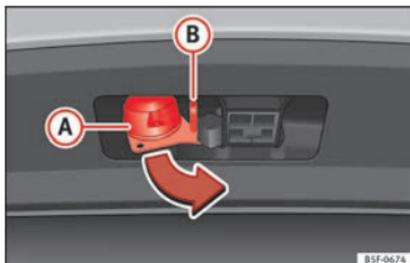

Fig. 237 Tourner le connecteur à 13 broches
- Saisissez le connecteur à 13 broches par la zone (A) et retirez-le dans le sens de la flèche »» fig. 237.
- Saisissez le connecteur à 13 broches par la zone (A) et introduisez-le dans le sens inverse de celui de la flèche »» fig. 237.
L'œillet de sécurité (B) »» fig. 237 sert à attacher le câble de retenue de la remorque.